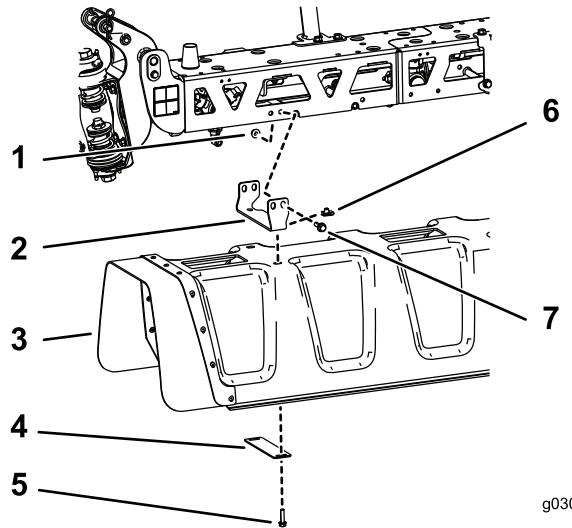

Bild 1
Sechskantschrauben (5/16" x 1-1/4") an der Halterung, wie in Bild 1 abgebildet.
2. Befestigen Sie jede der zwei mittleren Halterungen und Ausleger-Befestigungsplatten mit zwei Sechskantschrauben (3/8" x 1-1/4") und zwei Bundmuttern (3/8") am mittleren Ausleger, wie in Bild 1 abgebildet.